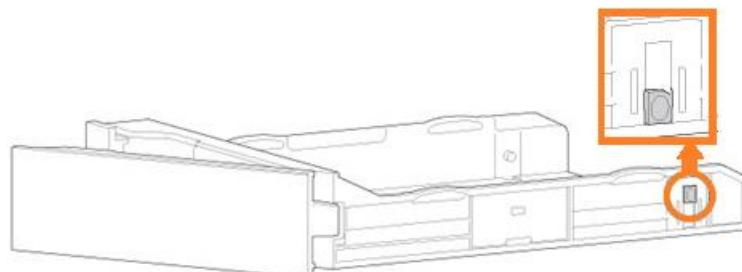

Рисунок 154 - Переключатель адаптера SSD
- 4.4) В нижнем правом углу лотка жестких дисков имеется переключатель адаптера SSD (см. Рисунок 154). Переключить его в нижнее положение.